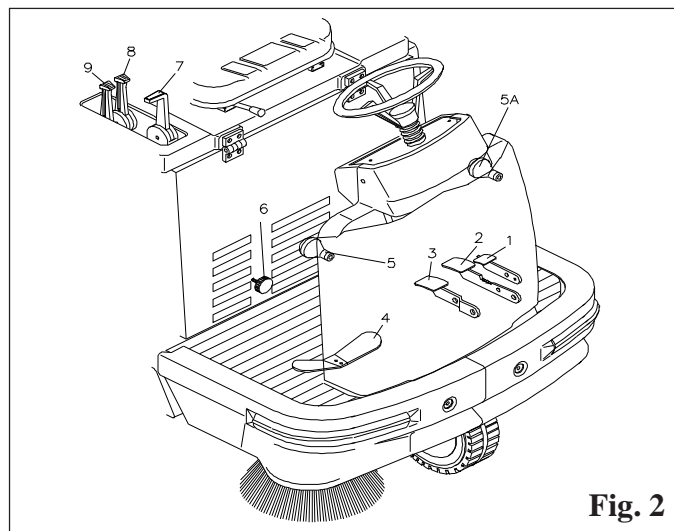
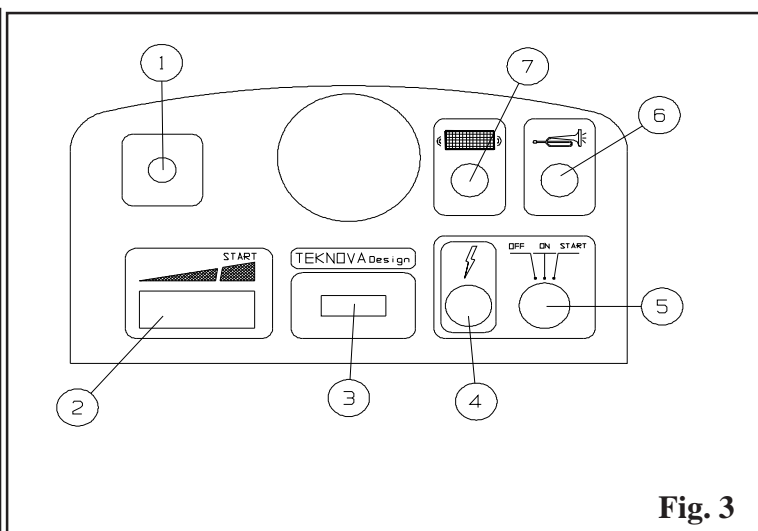

Fig. 2
Fig. 3
- 1** Colocar a alavanca de levantar a escova, **5/5 Fig. 2**, na posição **OFF**.
- Coloque a alavanca do acelerador, **2, Fig. 3**, na posição de **START**.
- Puxe a alavanca do motor de arranque, **1, Fig. 3**
- Coloque a alavanca da embraiagem, **9, Fig. 2**, na posição **1 - START POSITION**
- e mantenha-a nesta posição ao mesmo tempo que acciona o comutador de chave, **5, Fig. 3**. Coloque o interruptor de arranque na posição de **START** e mantenha-o assim até o motor arranque.
Assim que o motor tiver arrancado, solte a alavanca da embraiagem, **9, Fig. 2**.
Accionando-se o pedal de selecção da marcha, **4, Fig. 2**, a máquina começa a deslocar-se.
Depois de ter efectuado o arranque da máquina de acordo com as instruções do parágrafo anterior, proceda como descrito e segundo as necessidades, baixe a escova central colocando a respectiva alavanca, **7 Fig. 2**, na posição **ON**.
Baixe, se necessário, a escova lateral (ou as duas escovas laterais na versão com escova dupla), accionando as alavancas de comando, **5 – 5A, Fig. 2**.
No caso das escovas levantarem pó durante o trabalho, aconselha-se que se ligue a aspiração com a alavanca **8, Fig. 2**.
No caso de se ter de recolher detritos volumosos e leves, accione o pedal de elevação do flap, **3, Fig. 2**. Mantenha premido o pedal de elevação do flap apenas o tempo necessário para efectuar esta operação.
Para tal, é necessário cumprir rigorosamente todas as indicações contidas no parágrafo correspondente da Manutenção de Rotina. Para desligar a máquina, coloque a alavanca **2, Fig. 3**, na posição mínima e rode a chave **5, Fig. 3** para **OFF**. Recomenda-se que se trabalhe com o motor no número máximo das rotações (alavanca **2, Fig. 3**).
Fornecido com a máquina, permite, com um simples gesto, manter sempre o filtro em perfeitas condições. Antes de accionar o dispositivo de sacudir o filtro, é necessário fechar a alavanca de entrada de ar, **8 Fig. 2**. Neste ponto, prima o botão **7 Fig. 3** e mantenha-o premido durante alguns segundos. Repita esta operação **4 ou 5 vezes**.
Antes de efectuar qualquer tipo de operação na máquina, certifique-se de que esta está desligada e que todas as suas funções estão desactivadas. Para tal, desloque o comutador de chave **5, Fig. 3**, para a posição **OFF**.